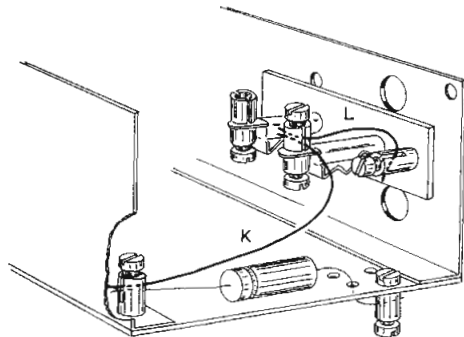

Fig. B9
17. Leg vervolgens de draden K en L volgens fig. B9.